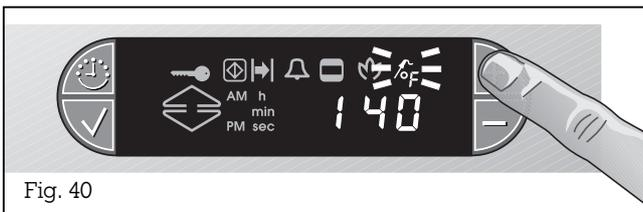

Fig. 40
- Appuyez sur la touche + . Le symbole ^ (sonde de température à cœur) clignote sur l'afficheur qui propose également une valeur par défaut égale à 140°F / 60°C (fig. 40).